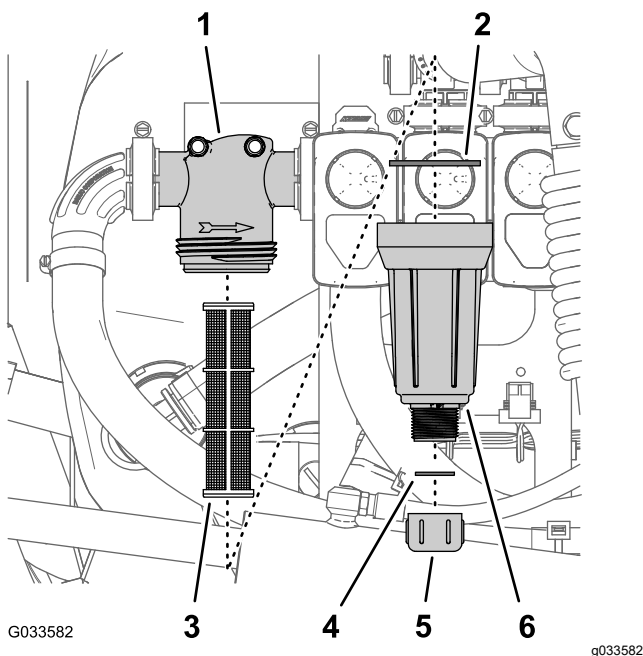

Figure 90
2. Placez un bac de vidange sous le filtre de pression (Figure 90).
3. Tournez le bouchon de vidange dans le sens antihoraire et retirez-le de la cuvette du filtre de pression (Figure 90).
4. Tournez la cuvette dans le sens antihoraire et déposez la tête du filtre (Figure 90).
5. Retirez l'ancien élément du filtre de pression (Figure 90).
6. Contrôlez l'état et l'usure du joint du bouchon de vidange (à l'intérieur de la cuvette) et du joint de la cuvette (à l'intérieur de la tête du filtre) (Figure 90).
7. Placez le nouvel élément filtrant dans la tête du filtre de pression (Figure 90).
8. Vissez la cuvette sur la tête du filtre et serrez-la à la main (Figure 90).
9. Vissez le bouchon de vidange sur le raccord au fond de la cuvette et serrez-le à la main (Figure 90).